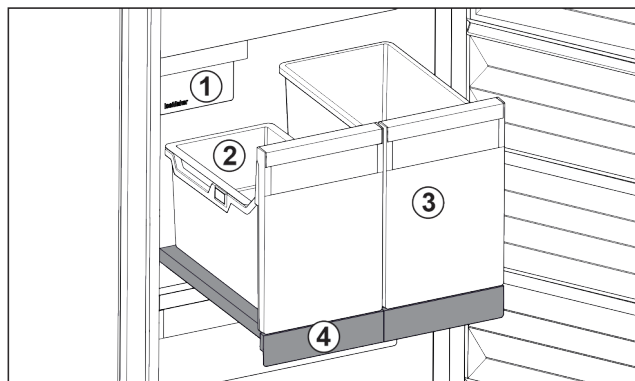

Fig. 93 Vysouvací přihrádka s IceTower
- (1) IceMaker
- (2) Závěsná miska pro kostky ledu
- (3) Nádoba např. pro pizzu, alkoholické nápoje
- (4) Vysouvací přihrádka
Na vysouvací přihrádce jsou dvě vysoké nádoby (IceTower). V nádobě Fig. 93 (2) se shromažďují a skladují kostky ledu z IceMaker. Nádoba Fig. 93 (3) se hodí pro skladování vysokých potravin jako pizzy nebo alkoholické nápoje.